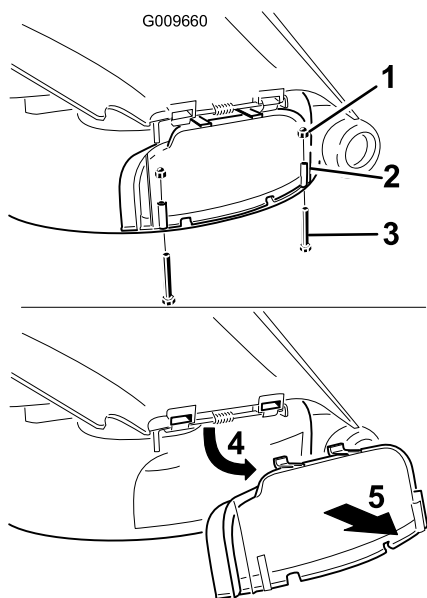

Figura 13
3. Remova os 2 parafusos e porcas que fixam a cobertura de descarga ao cortador (Figura 13).